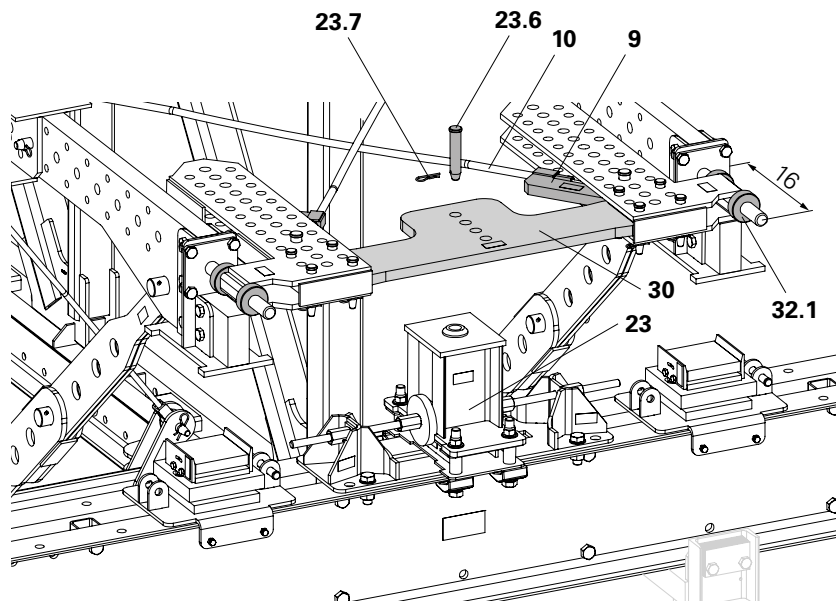

Fig. B1.04
Se i fori nella traversa (30) e nel supporto orizzontale (23) non combaciano, regolare la posizione della traversa di impalcatura. (Fig. B1.04)